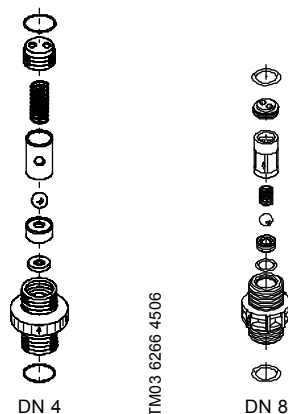

Abb. 45 DN 4 Ventil / DN 8 Ventil, federbelastet
- Innenteile zerlegen (wie in Abb. 45).